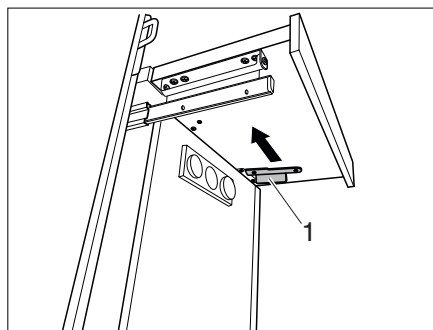

Fig. 121 Verrouiller l'élargissement
- Pousser le verrouillage (Fig. 121,1) vers l'avant. L'élargissement est sécurisé.
- Défaire le verrouillage (Fig. 121,1).